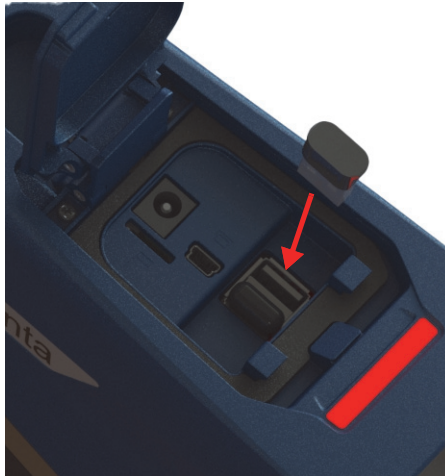

Figure 3-7 Insertion de l'adaptateur Wi-Fi®
1. Alignez les connecteurs de l'adaptateur avec les connecteurs du port Wi-Fi® (voir Figure 3-7 à la page 67).